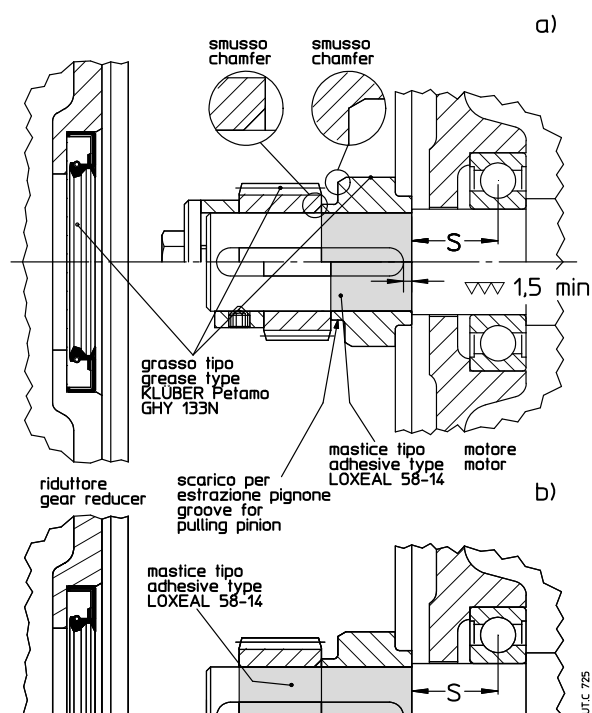

Fig. 7.3.1
- darauf achten, dass die Motoren Lager und Überhänge (Maß S, s. Abb. 7.3.1) wie in der folgenden Tabelle 7.3.1 haben.